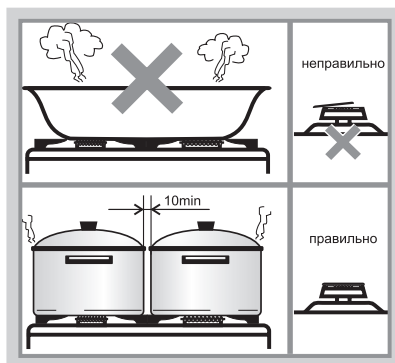

Рис.16
- Размеры посуды (см. табл. 5 и рис.16) и режим работы горелок нужно выбирать таким образом, чтобы пламя не выходило за края и не «лизало» боковые стенки.